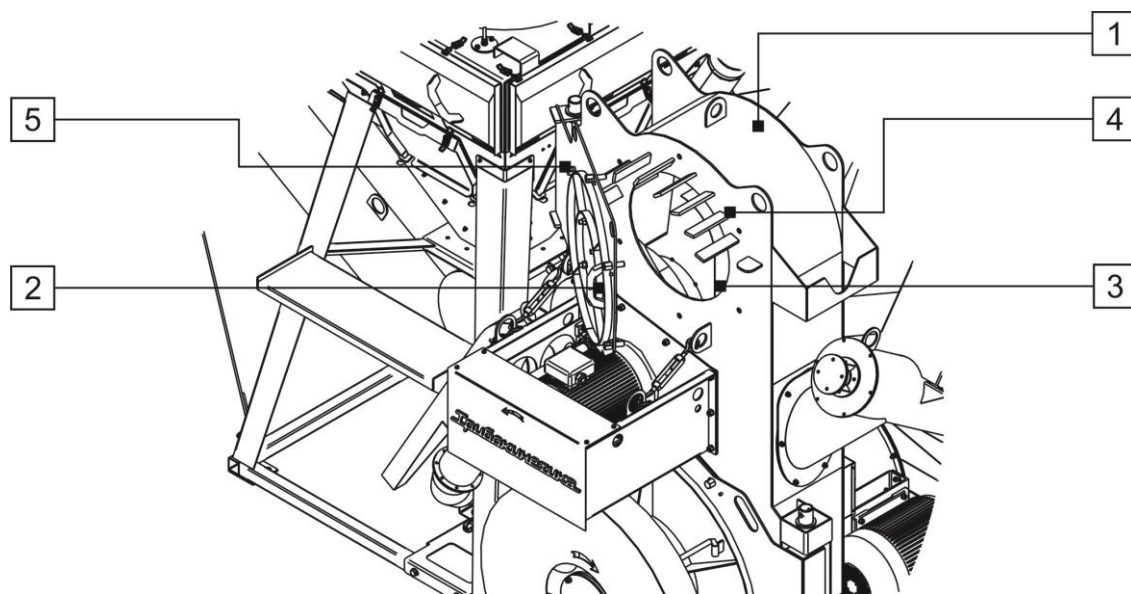

Рис. 9
Воздушно-центробежный классификатор (Рис. 9) состоит из: корпуса (1), распашной двери (2) с наклеенным с ее внутренней стороны уплотнителем из пористой резины, завихрителя (3), пластин направляющего аппарата (4), вставленных в пазы корпуса, окна выхода «тонкого» продукта с присоединенным к нему транспортным воздуховодом. В закрытом положении распашная дверь фиксируется шестью прижимами (5), ввернутыми в резьбовые отверстия корпуса (1).